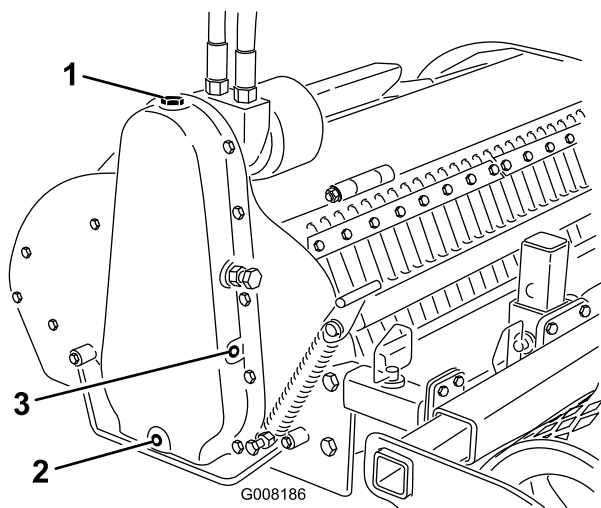

Figure 10
4. Enlevez le bouchon de remplissage en haut du carter de la chaîne d'entraînement (Figure 10).
6. Enlevez le bouchon de vidange (Figure 10).
8. Enlevez le bouchon latéral (Figure 10).